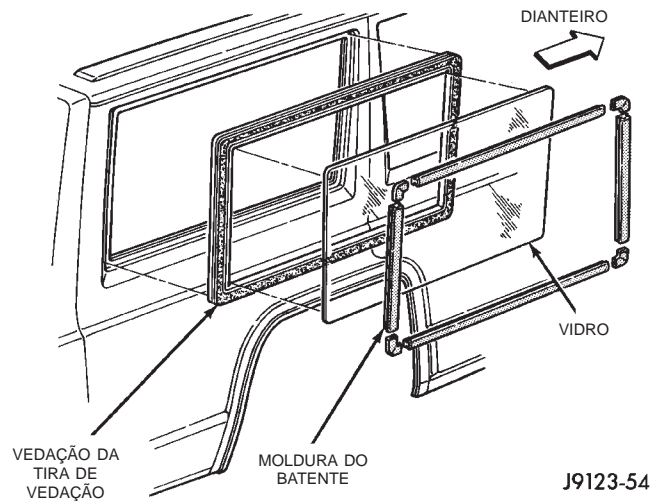

Fig. 8 Moldura do Batente, Vidro e Vedação da Janela Lateral Traseira
- (1) Remova a moldura do batente da janela lateral traseira, se equipado (Fig. 8).
- (2) Remova as capas de acabamento internas da janela lateral traseira.
- (3) Separe a borda de vedação da tira de vedação dos flanges da abertura da janela. Use uma espátula e, com cuidado, empurre o vidro da janela e a vedação para fora.
- (4) Remova a vedação da tira de vedação e o vidro da abertura da janela.
- (5) Remova a vedação da tira de vedação do vidro da janela.